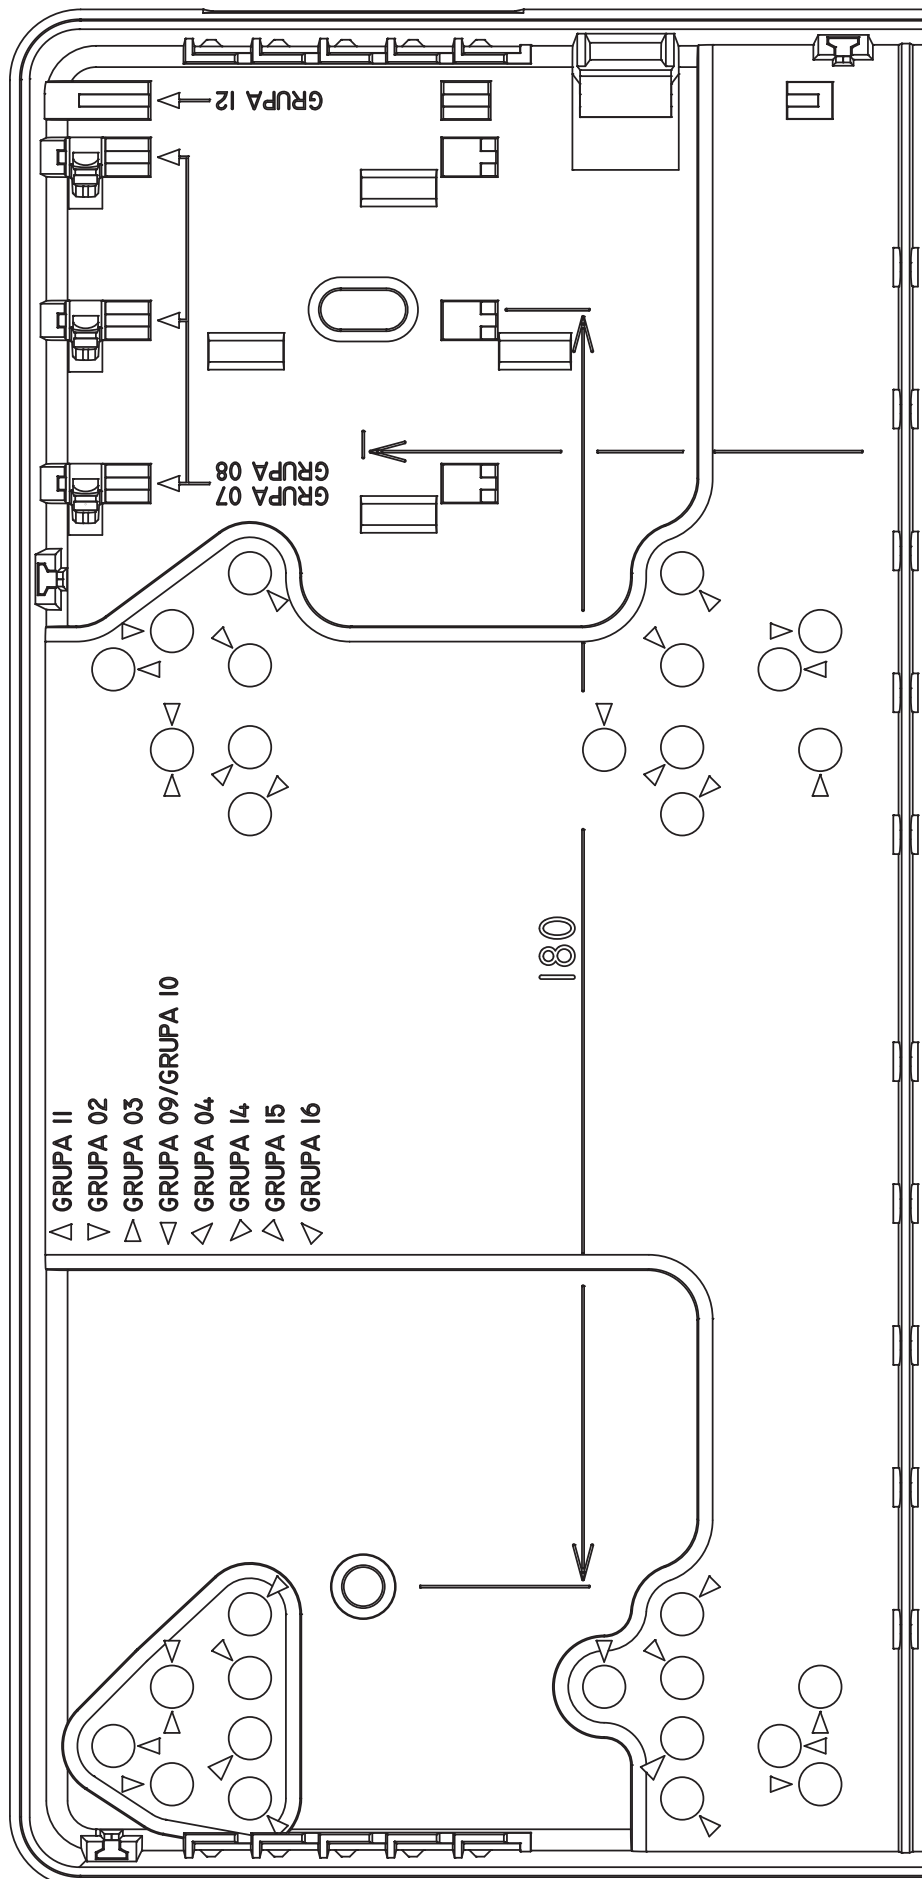

Figure 1. Vue partielle du boîtier avec l'emplacement pour l'installation des modules de montage (GRUPA = GROUPE).
Tableau 1. Liste des dispositifs qui peuvent être installés dans les boîtiers OPU-4 P et OPU-4 PW (voir aussi Figure 1).
1. Insérer les chevilles en plastique pour la fixation de la carte électronique dans les trous respectifs (les marques facilitent la sélection des trous appropriés – voir la figure 1 et tableau 1).